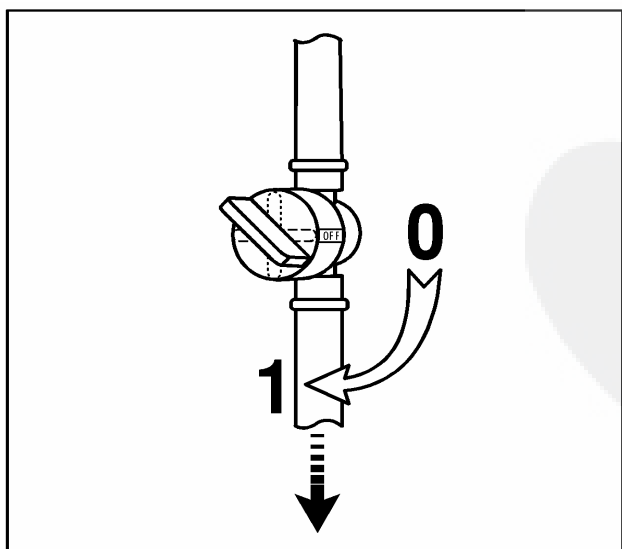

Fig. 14
1. Ouvrir le robinet de carburant. La poignée doit être dirigée vers le bas (fig. 14)